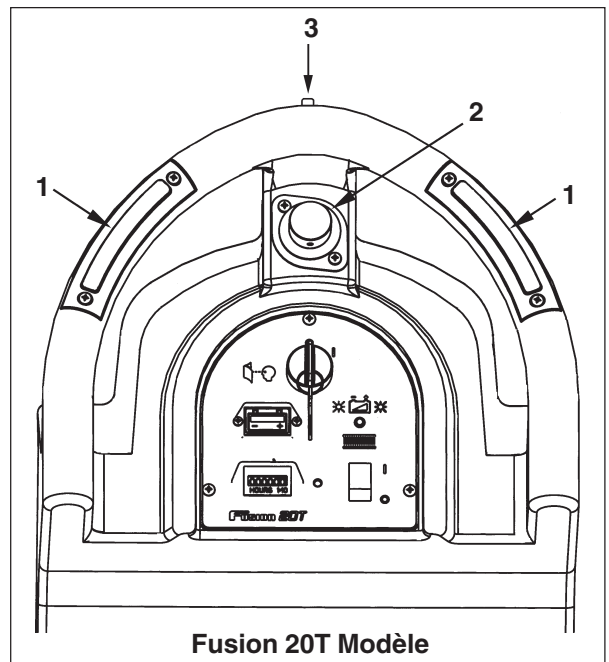

Figure 2
6. Tournez le sélecteur de vitesse jusqu'à la position maximum (Modèle 20T seulement). Voir figure 2 (2)..
7. **Fusion 20T** (voir figure 2) - Tout en maintenant le commutateur de marche arrière (3) enfoncé, appuyez simultanément sur le commutateur de déplacement vers la gauche ou vers la droite (1).